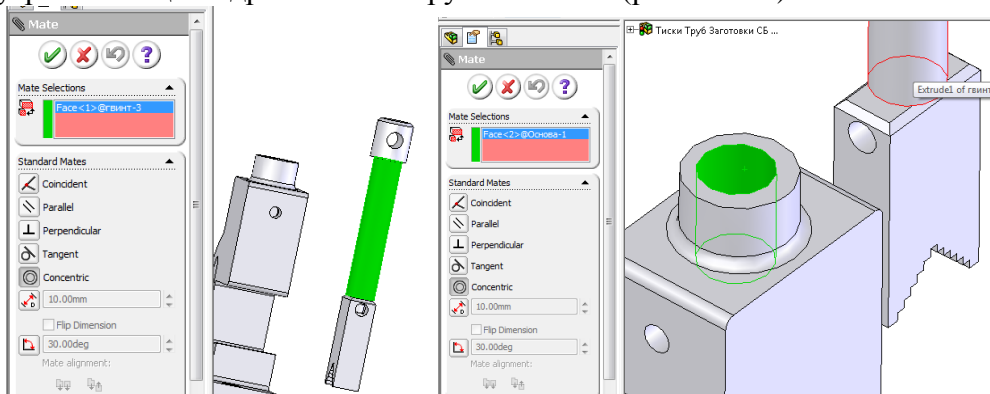

Рис. 7.2.12. Розташування в збірці направляючої
6. Помістіть зібрану одиницю у направляючу. Для цього використайте взаємозв'язок КОНЦЕНТРИЧНОСТЬ (CONCENTRIC) між зовнішньою циліндричною поверхнею гвинта і внутрішньою циліндричного отвору в ОСНОВІ (рис. 7.2.12).